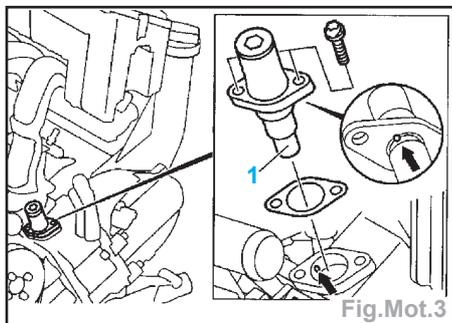

Fig.Mot.3
- Déposer le tendeur de chaîne (1) (Fig.Mot.3).
Important : attention aux orifices de passage d'huile (flèches) (Fig.Mot.3).